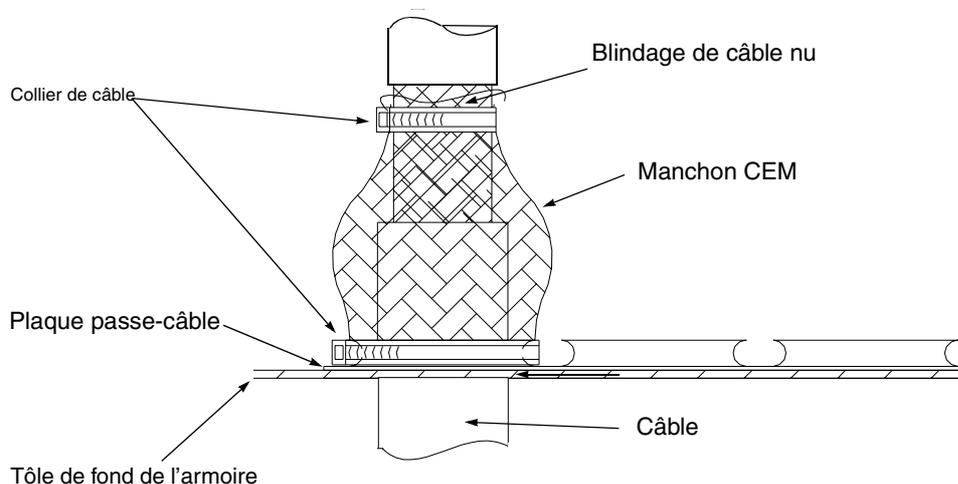

Figure 3 Exemple : reprise de masse sur 360° du câble moteur à son entrée dans l'armoire au moyen d'un manchon CEM.
**Règles de CEM** Pour assurer la CEM de l'ACx 604, vous devez réaliser une reprise de masse HF sur 360° du blindage des câbles moteur et de commande en entrée d'armoire. Pour les câbles moteur, cette mise à la masse peut être réalisée au moyen d'un manchon CEM comme illustré Figure 3.